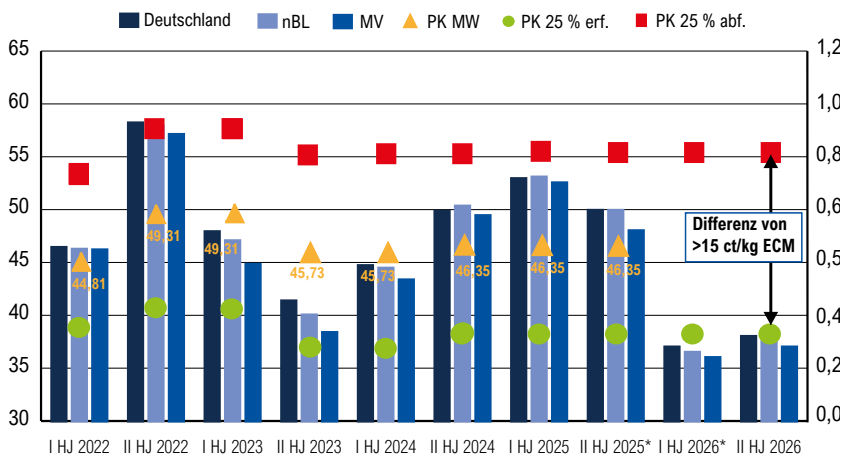

Abbildung 1: Auszahlungspreise (AZP bei 4,0 % F & 3,4 % E) für D, nBL, MV, Quelle AMI und durchschnittliche Produktionskosten nach wirtschaftlichem Erfolg
In nachfolgender Abbildung 1 werden die Auszahlungspreise (AZP) nach Halbjahren für Deutschland (D), den neuen Bundesländern (nBL) und Mecklenburg-Vorpommern (MV) dargestellt. Hierbei handelt es sich um die seitens der AMI veröffentlichten AZP der letzten Jahre, besonders auffällig sind hierbei die hohen AZP in 2022/23 und 2024/25. Mit dem drastischen Milchpreisverfall zum zurückliegenden Jahreswechsel wird seitens der Marktanalysten von sehr niedrigen Erlösen ausgegangen. Die niedrigsten AZP werden fast immer im Norden der Republik erzielt.